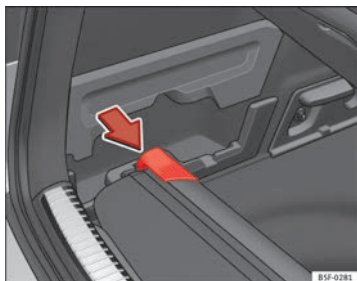

Fig. 97 En el maletero: alojamiento para guardar la bandeja portaobjetos.
- Presione el cabezal de la bandeja portaobjetos en el sentido de la flecha hasta encajarlo en el alojamiento previsto para tal uso ⇒ fig. 97.